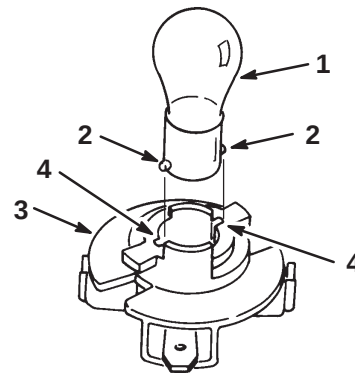

Bild 50
4. Drücken Sie die Birne hinein, drehen sie entgegen dem Uhrzeigersinn bis zum Anschlag (ca. 1/4 Umdrehung) und nehmen sie aus der Birnenfassung heraus (Bild 50).
1. Die Glühbirne hat Nasen an der Seite ihres Unterteils. Fluchten Sie die Nasen auf die Schlitz in der Birnenfassung aus und setzen das Unterteil in die Fassung (Bild 50). Drücken Sie die Birne hinein und drehen sie im Uhrzeigersinn bis zum Anschlag.